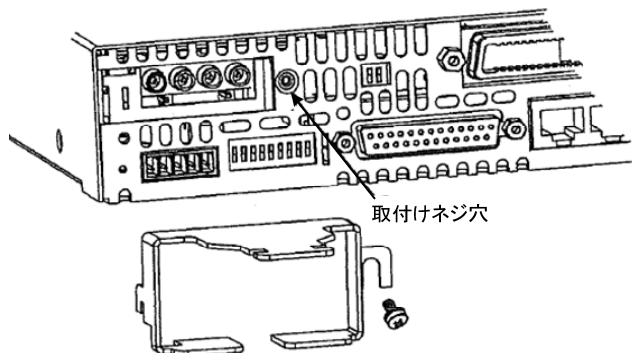

図 2-11 出力部保護カバー取付け
- (4) “A”の 2 つの筐体ネジを図 2-11 の示すとおり途中まで緩めます。
- (5) 保護カバーを筐体に取付け、2 つのネジを締めて保護カバーを筐体に固定します。